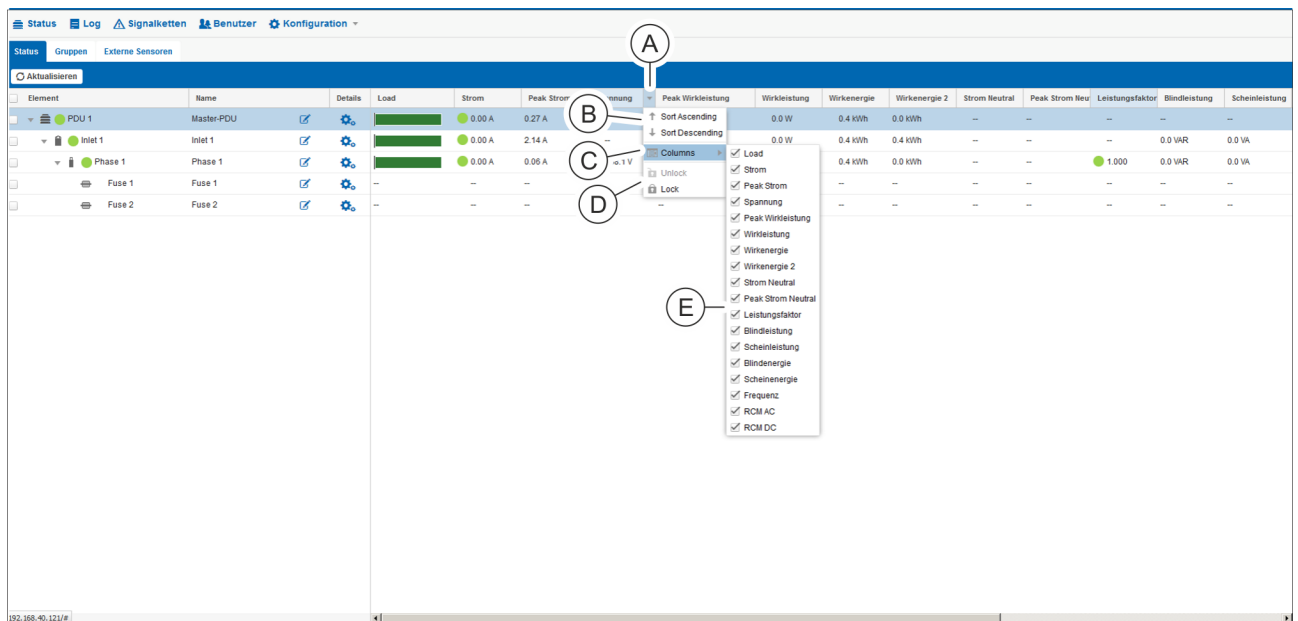

Abb. 96: Gruppierung einzelner Messwerte verändern
1. ➔ Mauszeiger in die Titelzeile der Messwerte bewegen (Abb. 96/Ⓐ).
2. ➔ Über den Menüpunkt „Unlock“ (Abb. 96/Ⓒ) die Verriegelung der Tabelle lösen.
4. ➔ Über den Menüpunkt „Sort Ascending“ bzw. „Sort Descending“ (Abb. 96/Ⓔ) die Sortierung der Parameter verändern.
6. ➤ Über den Menüpunkt „Columns“ (Abb. 96/©) durch Klick auf die Checkbox gewünschte Parameter ggf. ein- oder ausblenden (Abb. 96/©).
7. ➤ Über den Menüpunkt „Lock“ (Abb. 96/©) die Tabelle wieder verriegeln.